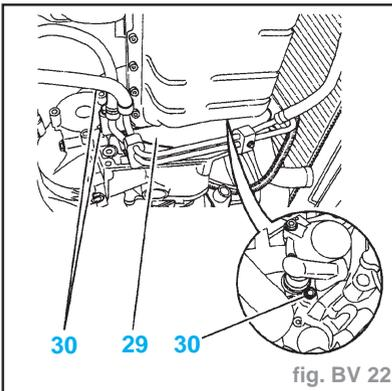

fig. BV 22
- la vis (23)
- le support et le pignon de prise tachymétrique (24)
- les vis (25)
- la prolonge de pont (26)
- la vis tachymétrique (27)
- le joint torique (28)
- Écarter la plaque de fermeture (29) avec les tuyaux de direction assistée (fig. BV. 22).
- Serrer les vis (38) à **2 daN.m**.
- Serrer les vis (30) à **5,5 daN.m** (fig. BV. 22).